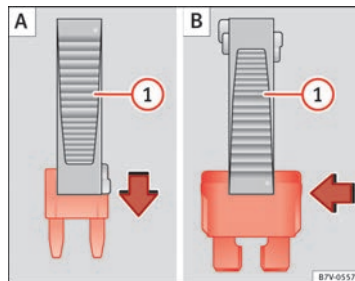

Fig. 205 Estrazione o posizionamento di un fusibile.
- In presenza di *fusibili piccoli*, inserire la pinza dall'alto ⇒ fig. 205 [A].
- In presenza di *fusibili più grandi*, spostare la pinza di lato, sopra il fusibile ⇒ fig. 205 [B].
- Sostituire il fusibile bruciato con un nuovo fusibile avente amperaggio *identico* (stesso colore e stessa incisione) e dimensioni *identiche* ⇒ ⑩.